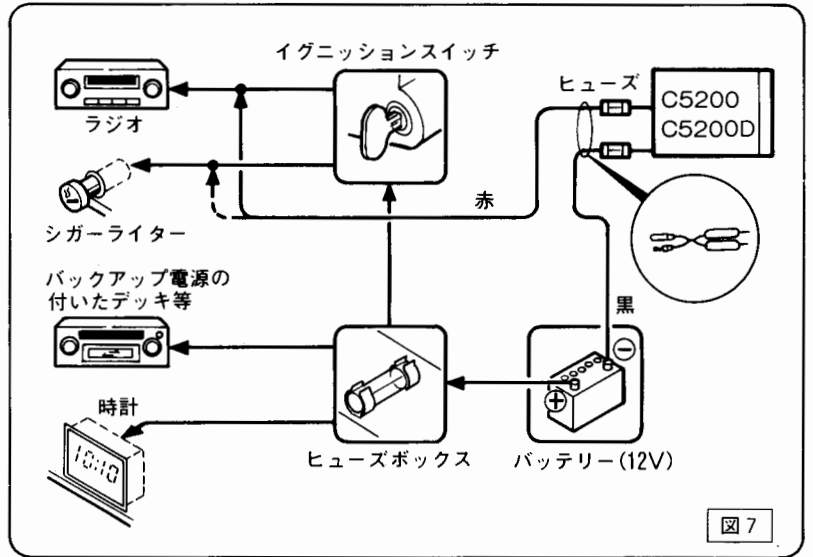

図7
③ イグニッションスイッチと連動させる場合は、図7、図8のように行ってください。